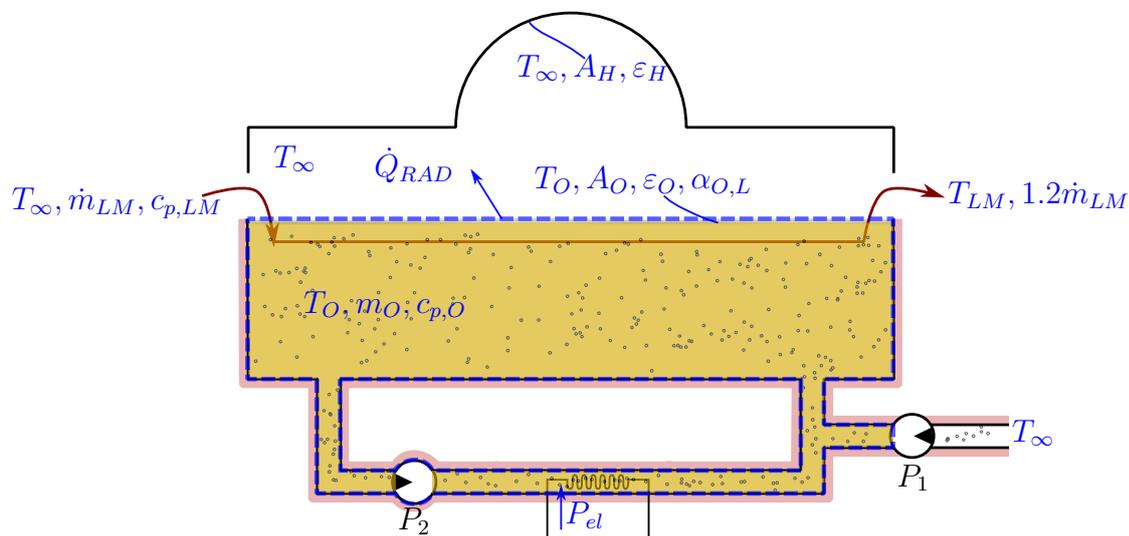

Abbildung 2: Durchlauffritteuse.
2. Gegeben ist eine Durchlauffritteuse wie in Abbildung 2. Dabei werden Lebensmittel ( $LM$ ) durch ein Ölbad mit der homogenen Temperatur  $T_O$  transportiert. An der Eintrittsseite hat das Lebensmittel die Umgebungstemperatur  $T_\infty$ , an der Austrittsseite die Temperatur  $T_{LM}$ . 10 P. |